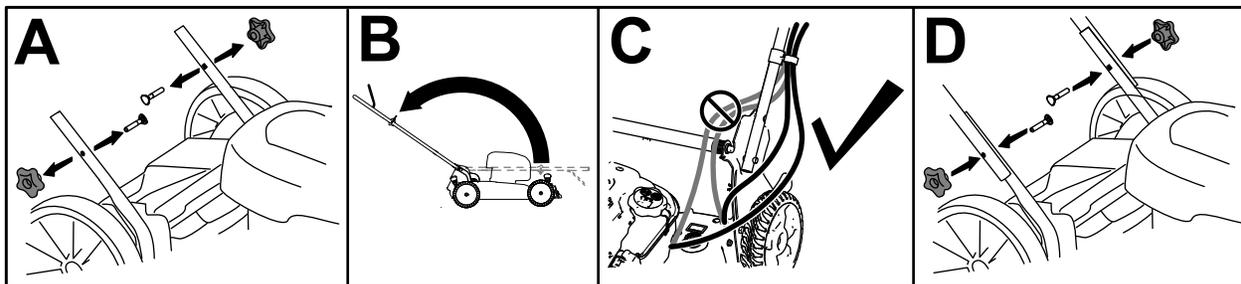

Bild 3
1. Entfernen Sie die Griffe und die entsprechenden Schrauben von den unteren Griffen (A in Bild 3).
2. Positionieren Sie den oberen Griff auf die unteren Griffe und klappen Sie dann den Griff aus (B in Bild 3).
3. Stellen Sie sicher, dass die Kabel an der Außenseite des Griffs verlegt sind (C in Bild 3).
4. Montieren Sie die Griffe mit den entsprechenden Schrauben und ziehen Sie diese von Hand fest an (D in Bild 3).